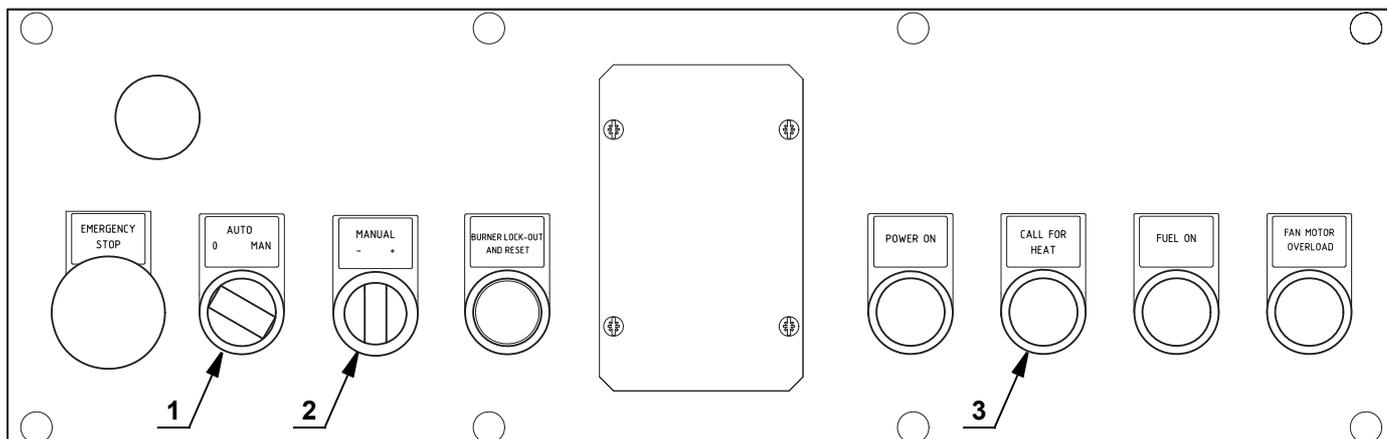

Fig. 27
Fermer les télécommandes et mettre le sélecteur 1)(Fig. 27) sur "AUTO".
À la fermeture du thermostat limite (TL), il faut allumer le signal de demande de chaleur "CALL FOR HEAT" 3)(Fig. 27) et le brûleur commence le cycle de démarrage.
Tourner le sélecteur 2)(Fig. 27 à la page 24) "diminution de puissance" et le maintenir tourné vers le "-" jusqu'à ce que le servomoteur ait fermé le volet d'air et le papillon gaz à 25° (réglage en usine).
Le passage d'une position à la suivante s'obtient en maintenant le sélecteur 2)(Fig. 27 à la page 24) appuyé sur le symbole "+" ou "-".